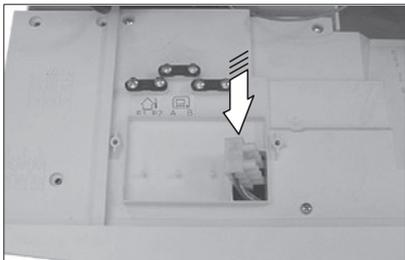

Рис. 2
- 2 Вытяните электропроводку через отверстие (Рис. 2)